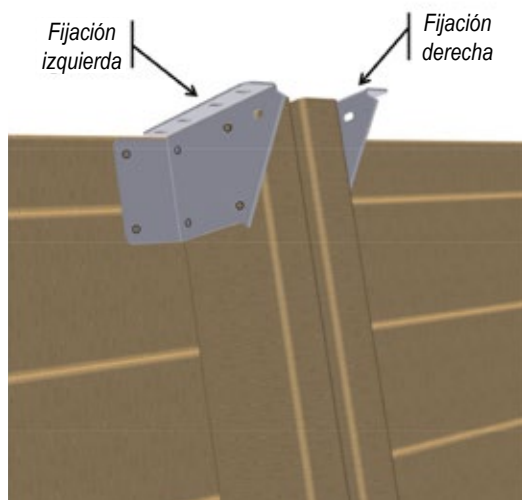

Figura 19 – Colocación de los herrajes en la parte superior de los puntales
- En la parte superior de los 8 puntales de metal y dos puntales de madera, configure seis herrajes «derechos» y seis herrajes «izquierdos» del kit «Piezas de fijación» de acuerdo con la **Figura 19**. Use 6 tornillos torx de acero inoxidable 6 × 20 A2 (bolsa G) por herraje, para un total de 96 tornillos.